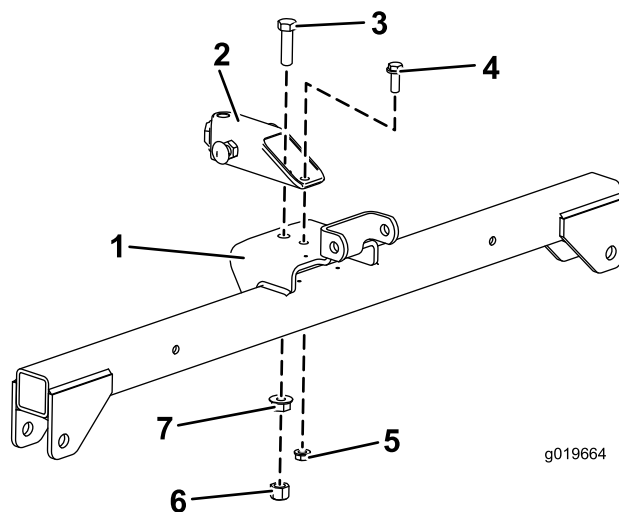

图4
2. 用螺栓  $\frac{1}{2} \times 1\frac{3}{4}$  英寸、凸缘头螺母  $\frac{1}{2}$  英寸和六角螺母  $\frac{1}{2}$  英寸将挂钩管松松地安装到吊架组件 图4 的前孔。